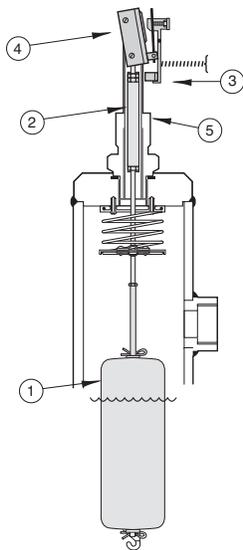

Figura 1
O peso da boia ① é suportado pela mola. A elevação do nível de líquido transmite forças de flutuação sobre a boia, permitindo que a mola comprima. A manga de atração ② ligada à mola, se move para cima do campo de um ímã permanente ③. O movimento do ímã em direção à manga faz com que a chave ④ seja acionada. Um tubo de barreira não magnética ⑤ fornece um limite de pressão estática entre o mecanismo da chave e o conjunto da boia. Conforme o nível de líquido diminui, a boia desce e movimentada o núcleo magnético para fora do campo magnético do mecanismo da chave. Isso permite que a chave mude novamente de posição e desconecte ou crie um circuito elétrico. Ver Figura 1 e 2.